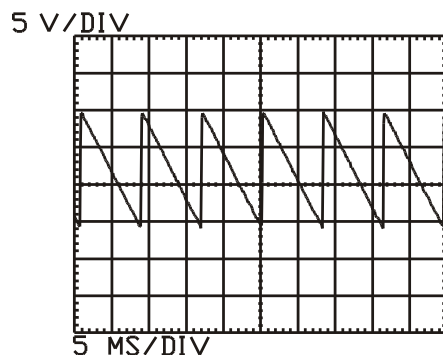

Figure 6-4. Forme d'onde de la tension d'excitation en sortie
- Pour vérifier que la tension en sortie est adéquate, mesurez la tension d'excitation à l'aide d'un oscilloscope. Voir la Figure 6-4 qui illustre la forme d'onde du circuit d'allumage en équilibre de courant.